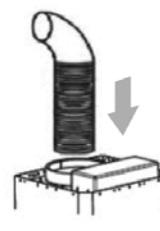

Abb. 2 Abluftschlauch montieren
6. Abluftschlauch auf dem Abluftstutzen montieren (Abb. 2).